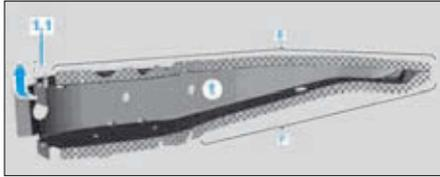

FIG. 15
- Rabattre la bride en tôle (1.1) sur la partie supérieure du doublure d'aile avant (2) de 180° vers le haut (Fig.15).